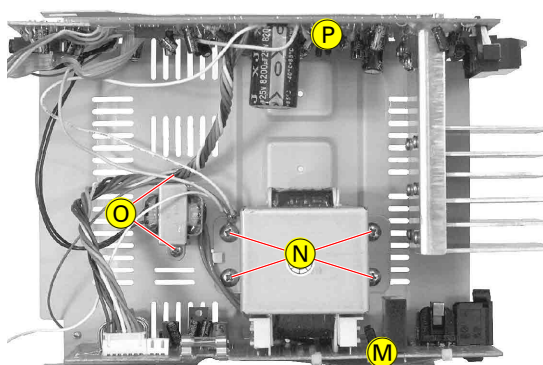

Fig. 10
7. Netzteil-Platte (M) ausbauen (Fig. 10)
- 4 Schrauben (N) und 2 Schrauben (O) herausdrehen.
8. NF-Platte (P) ausbauen (Fig. 10)
7. Removing the Power Supply Board (M) (Fig. 10)
- Undo 4 screws (N) and 2 screws (O).
8. Removing the AF Board (P) (Fig. 10)